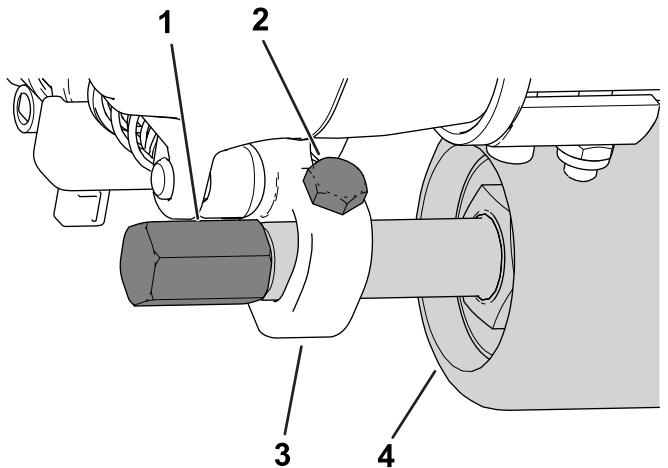

Figure 15
5. Insérez et centrez l'arbre du rouleau entre les supports de hauteur de coupe, et fixez-le en position avec 2 vis (Figure 14 ou Figure 15).
Vous pouvez installer les vis de fixation à l'avant (comme montré à la Figure 14) ou à l'arrière (Figure 15) des supports de hauteur de coupe. Si vous installez les vis à l'avant, le groomer ne touchera pas le rouleau, tandis qu'il le touchera si vous placez les vis à l'arrière.